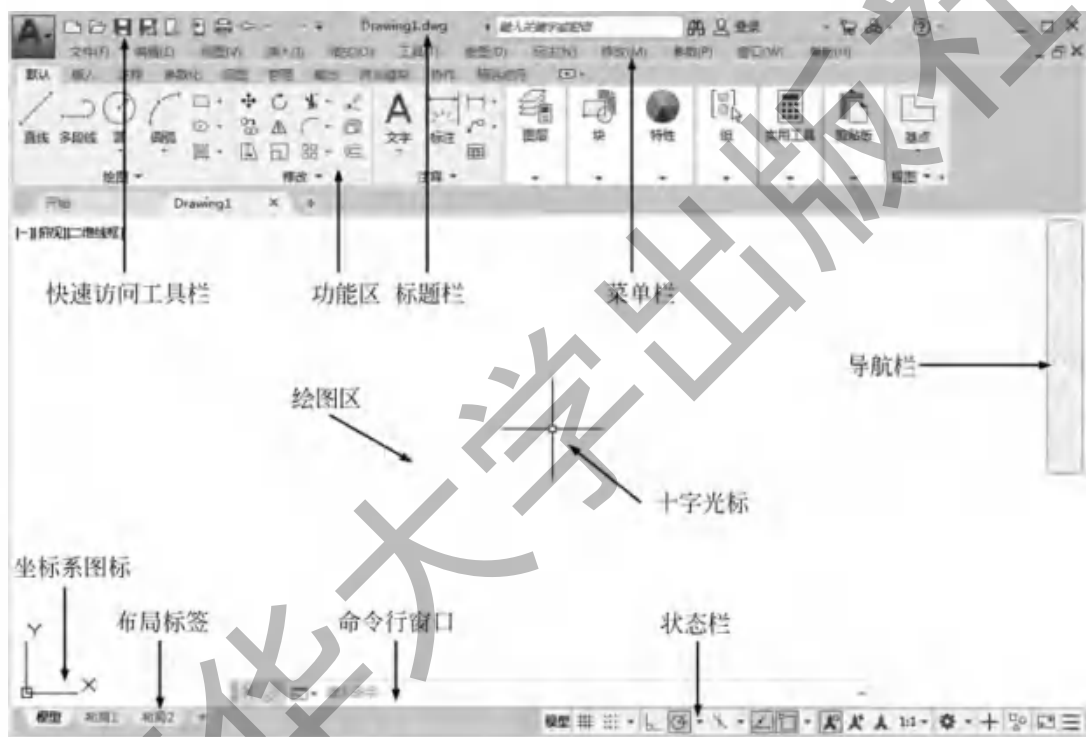

图 1-1 AutoCAD 2022 中文版的操作界面
AutoCAD 操作界面是 AutoCAD 显示、编辑图形的区域, AutoCAD 操作界面如图 1-1 所示, 包括标题栏、菜单栏、功能区、绘图区、十字光标、坐标系图标、命令行窗口、状态栏、布局标签、导航栏和快速访问工具栏等。
注意: 需要将 AutoCAD 的工作空间切换到“草图与注释”模式下(单击操作界面右下角中的“切换工作空间”按钮, 在打开的菜单中单击“草图与注释”命令), 才能显示如图 1-1 所示的操作界面。本书中的所有操作均在“草图与注释”模式下进行。
注意: 安装 AutoCAD 2022 后, 在绘图区中右击, 打开快捷菜单, 如图 1-2 所示, ① 选择“选项”命令, 打开“选项”对话框, ② 选择“显示”选项卡, ③ 将窗口元素对应的“颜色主题”中设置为“明”, 如图 1-3 所示, ④ 单击“确定”按钮, 退出对话框, 其操作界面如图 1-1 所示。
并打开的图形文件的名称“Drawing1.dwg”,如图 1-1 所示。
在绘图区中,有一个作用类似光标的十字线,其交点坐标反映了光标在当前坐标系中的位置。在 AutoCAD 中,将该十字线称为光标,如图 1-1 中所示,AutoCAD 通过光标坐标值显示当前点的位置。十字线的方向与当前用户坐标系的 X、Y 轴方向平行,十字线的长度系统预设值为绘图区大小的 5%。